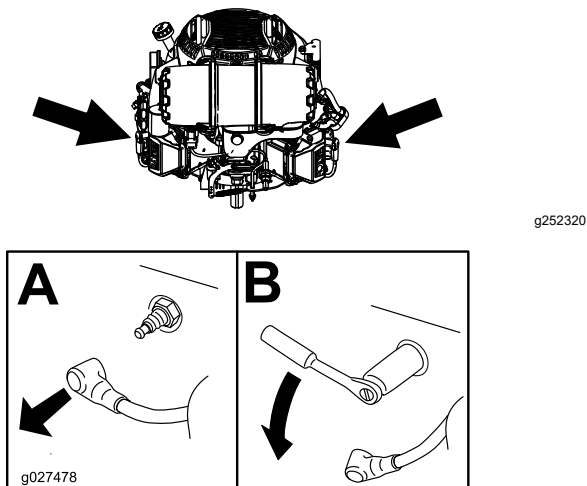

Figura 35
3. Individuate la posizione della/delle candela/e come illustrato nella Figura 35 e rimuovetele.